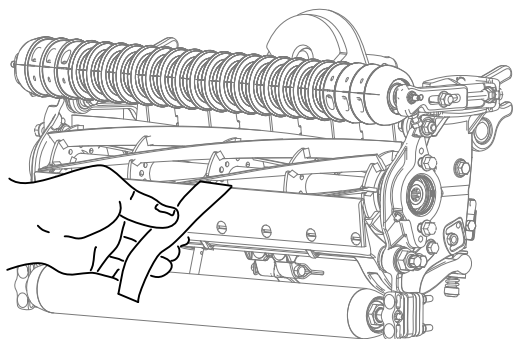

Figura 7
2. Verificate le prestazioni di taglio inserendo una lunga striscia di carta di verifica del taglio (n. cat. Toro 125-5610) tra il cilindro e la controlama, perpendicolarmente alla controlama (Figura 7). Ruotate lentamente il cilindro in avanti; questa operazione dovrebbe tagliare la carta.